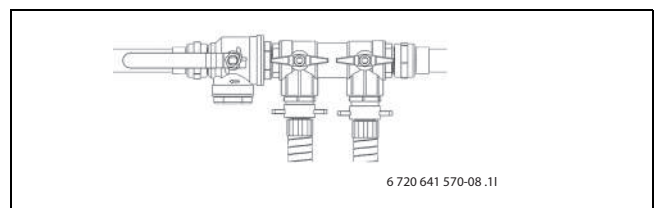

Fig. 26 Kits de remplissage en mode normal
- Placer les vannes du dispositif de remplissage en position normale (→ figure 26) et arrêter la pompe de la station de remplissage.